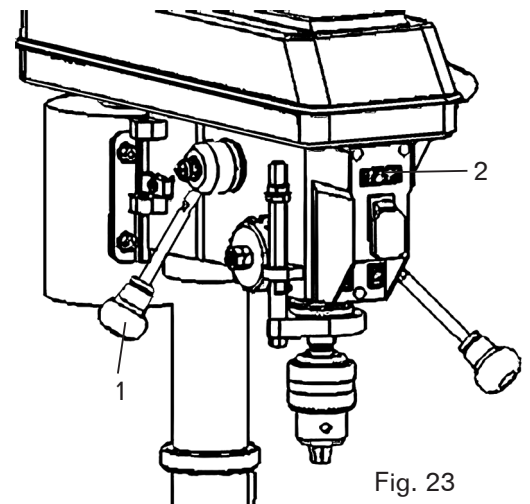

Fig. 23
**VELOCIDAD VARIABLE MECÁNICA (FIG. 23)**
Esta es una prensa taladradora mecánica de velocidad variable. Para aumentar o disminuir la velocidad durante el funcionamiento, suba o baje la palanca de velocidad (Fig. 23 - 1). Use la siguiente tabla para determinar la velocidad recomendada para el tamaño de broca que está usando y el tipo de material que va a perforar. Mientras taladra, verifique la velocidad en la lectura de velocidad digital (Fig. 23 - 2) ubicada en la parte delantera de la taladradora.